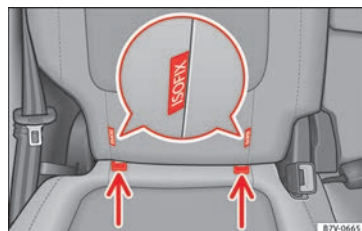

Fig. 37 Version 2 : identification des points d'ancrage du siège pour enfant sur le siège du véhicule.
- Encastrez le siège pour enfants dans les anneaux de retenue » **fig. 37**, dans le sens de la flèche. Le siège pour enfants doit s'encastrer de manière sûre et audible.
- Placez le siège pour enfants sur la banquette et fixez les crochets des ceintures de fixation dans les anneaux de retenue » **fig. 37**.